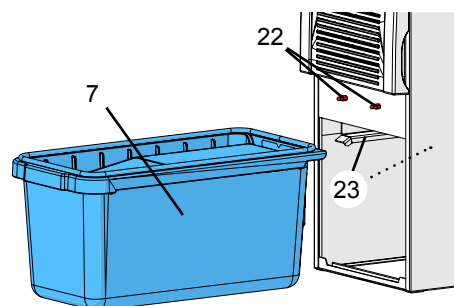

Fig. 16
- ⇒ Supervisar las juntas de la gaveta de polvo (24) en busca de posibles daños, si procede, sustituirla.
- ⇒ Introducir la gaveta de polvo de manera recta hasta el tope. Prestar atención a que la gaveta de polvo se introduce correctamente en la guía (23, Fig. 16).
- ⇒ Enganchar abajo el panel frontal (5, Fig. 1) y presionar arriba en los pernos de retención (22, Fig. 16) hasta que encastre.